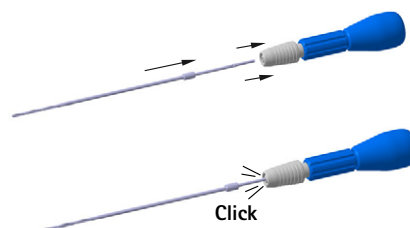

Fig. 3 Montera borren
- För in borren i borrhandtaget (FJ839R), se Fig. 3.